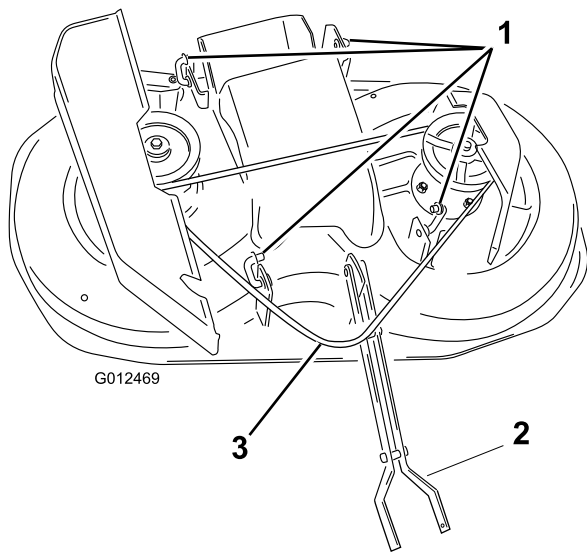

Figure 40
- Enlevez la courroie de la poulie d'embrayage (Figure 40).
11. Retirez les goupilles des 4 fixations arrière puis déposez les fixations du tracteur (Figure 40).
- Remarque:** Vous pouvez laisser les fixations sur le plateau de coupe, comme illustré à la (Figure 40).